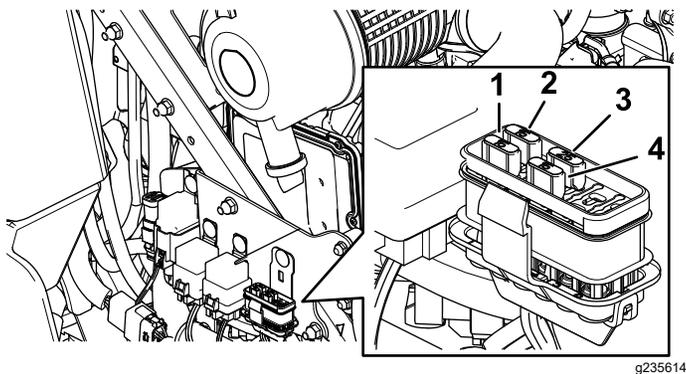

Рисунок 47
3. Установите новый предохранитель (Рисунок 47).